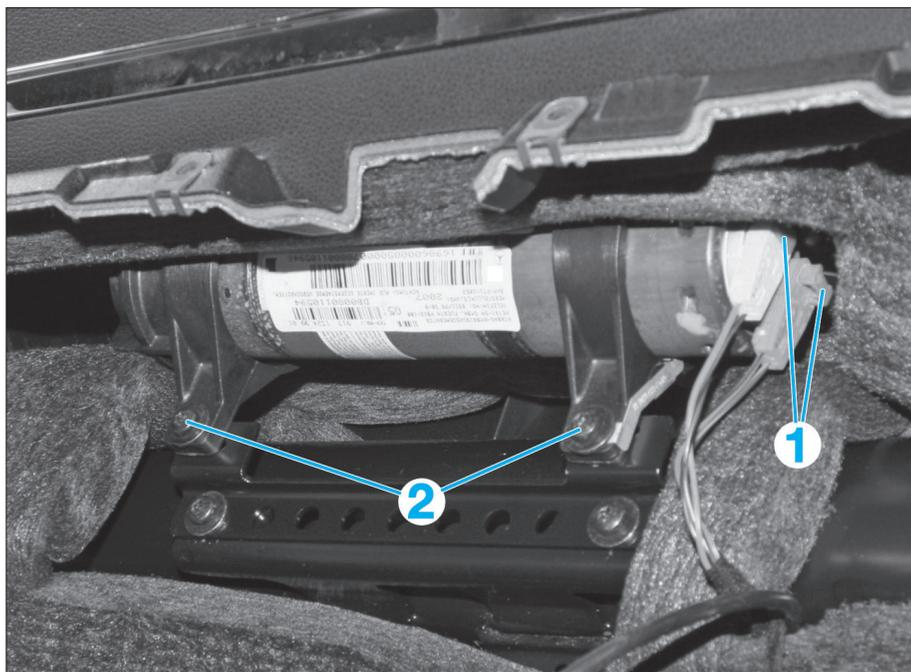

FIG. 5
- Soulever les étriers d'arrêt (1) à l'aide d'un tournevis approprié (Fig.5).